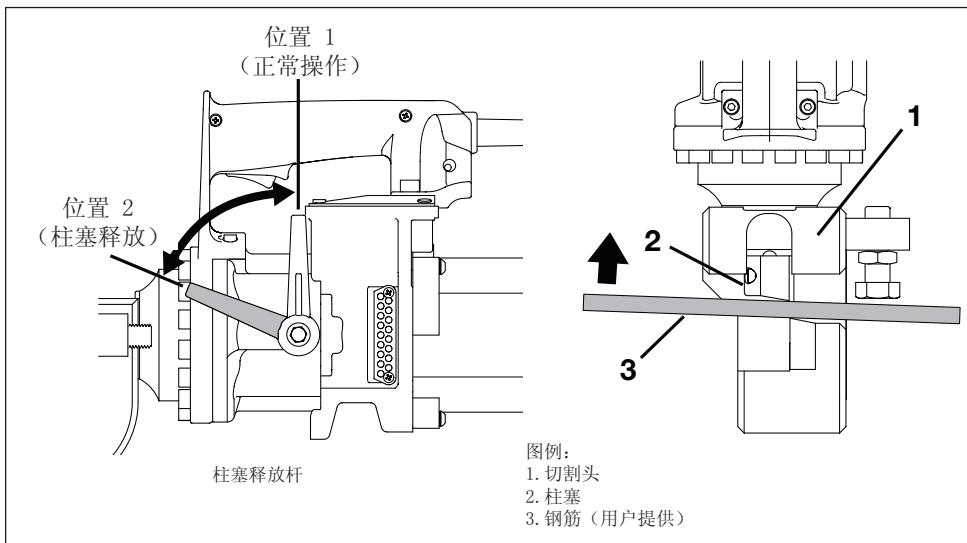

图 11, 柱塞手动缩回程序
参见以下步骤。参见图 11。
3. 将柱塞释放杆逆时针转动至位置 2 并拧紧。参见图 11。
4. 使用坚硬的钢筋，手动将切断机的柱塞推回，直至其缩回原位。请参见图 11，第 3 项。这一操作将会清理掉正常运行过程中阻碍柱塞缩回原位的污垢或其它杂物。
5. 将柱塞释放杆顺时针完全转动至位置 1。参见图 11。
8. 清洁柱塞的外露部分。清除该部分上的所有碎片、碎屑和污垢。请参见图 11，第 1 项。